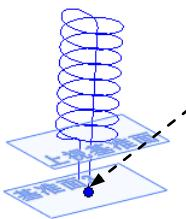

图 6.13.15 基准面 3
Step9. 创建图 6.13.15 所示的基准面 3。选择下拉菜单 **插入(I) → 参考几何体(G) → 基准面(F)...** 命令，系统弹出“基准面”对话框；选取上视基准面和图 6.13.15 所示的点 1 作为基准面 3 的参考实体；单击该对话框中的 按钮，完成基准面 3 的创建。